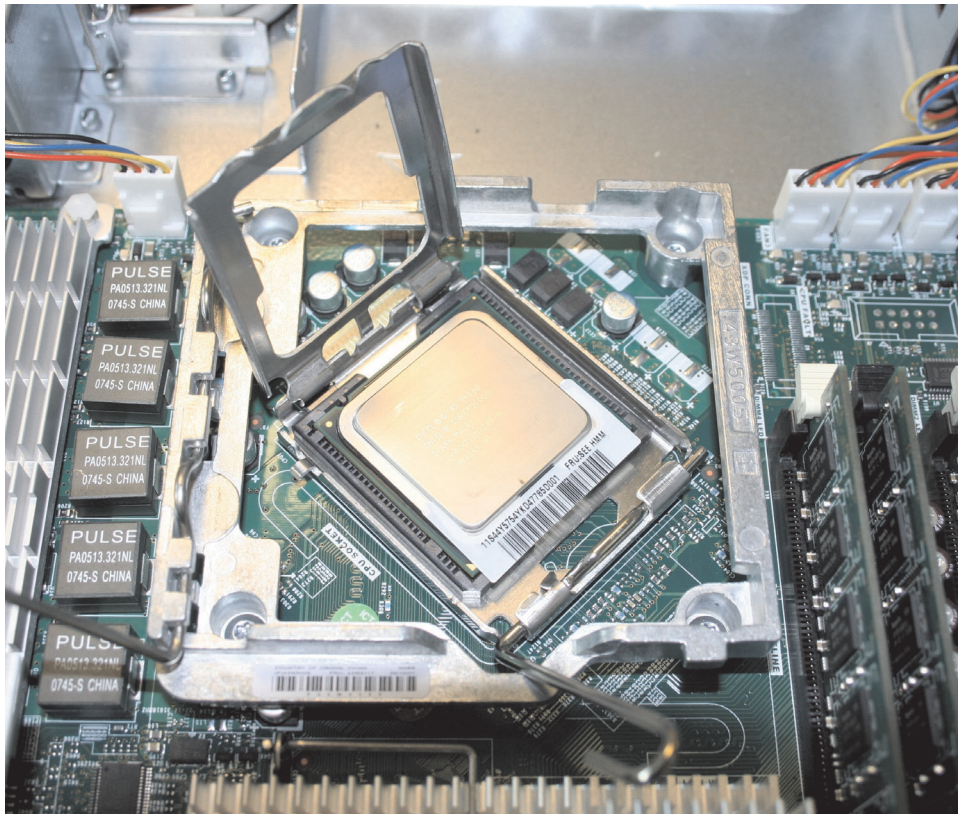

図 291. SAN ボリューム・コントローラー 2145-8A4 マイクロプロセッサ・ブラケット・フレームが完全に開いた状態
2. マイクロプロセッサ保持モジュールを、340 ページの図 291 に示した向きに合わせて置きます。